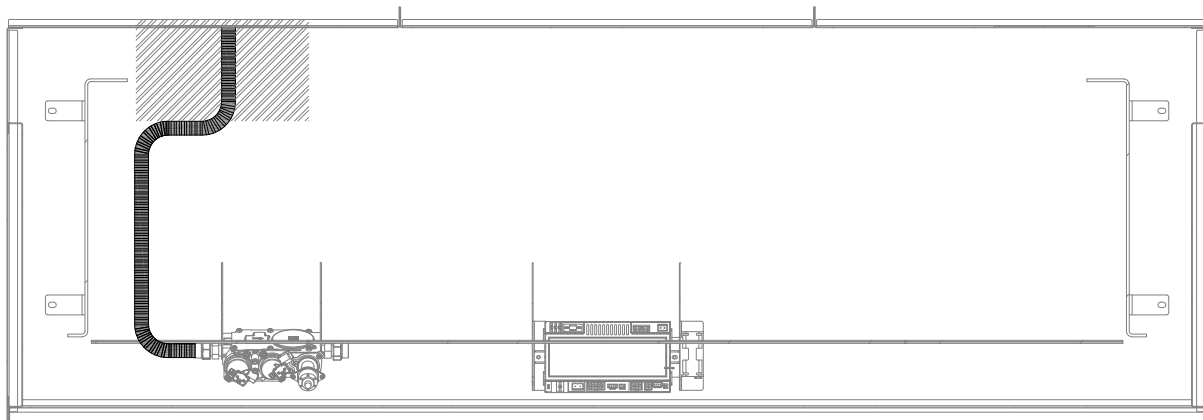

Figure 5.1 - Trajet recommandé de la conduite de gaz flexible (Vue de dessus)
- La Figure 5.1 montre le trajet d'installation de la conduite gaz flexible, de la valve de gaz à la conduite d'alimentation de gaz. Ce trajet assure que la conduite de gaz flexible ne bouche pas l'espace du kit d'éclairage à lumières DEL. La zone ombrée (coin arrière gauche) est l'endroit recommandé pour installer le robinet d'arrêt raccordé à la conduite d'alimentation de gaz. Ceci vous permettra d'accéder au robinet d'arrêt au moment de retirer le panneau de contrôle. Insérez la conduite de gaz flexible dans le foyer à travers le trou d'accès de gaz prévu. Voir la Figure 2.1 (Dimensions de l'appareil) pour l'accès à la conduite de gaz).